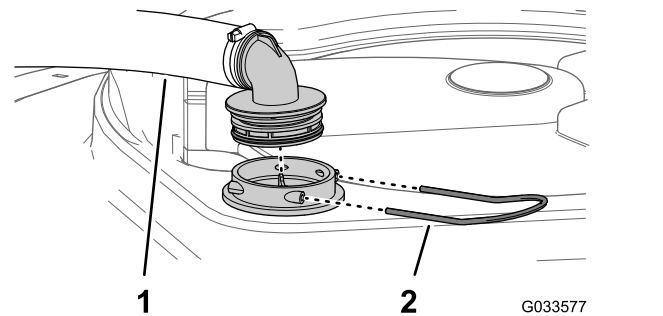

Figura 99
- Na parte superior do depósito do pulverizador, retire a fixação que prende a união da mangueira unida à tubagem grande da estrutura do filtro (Figura 99).
- Retire a tubagem e a união da tubagem da estrutura do filtro (Figura 99).